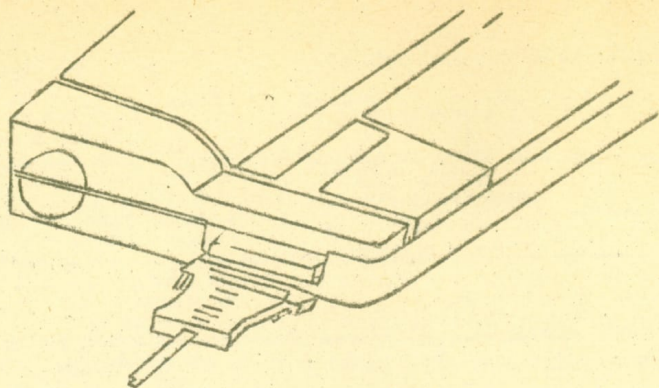

Рис.7
11.4.1. ПОДКЛЮЧИТЕ УВИП К ПЭВМ С ПОМОЩЬЮ КАБЕЛЯ ИНТЕРФЕЙСА (СМ. РИС.7.).